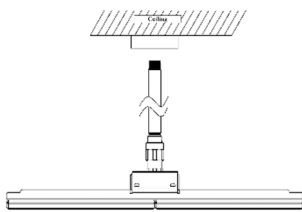

図 4
- ☞ 取付型式は曲り管を使用です。( 図 4 )
- ☞ The mounting type is for the use of bending tube mounting (Figure 4).